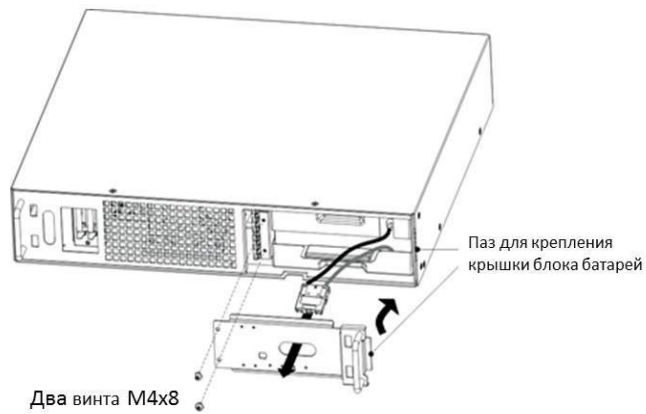

Рис. 4 Крышка блока батарей ДВББ.
4.3 Отсоедините кабель соединяющий ДВББ и ИБП. Отвинтите винты крышки блока батарей, как показано на Рис. 4. Затем снимите крышку.